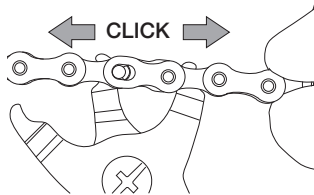

Fig.9
- Presione la pinza hasta oír un clic, que indica que los dos pasadores se han colocado en la zona de las ranuras de menor diámetro (Fig. 9).